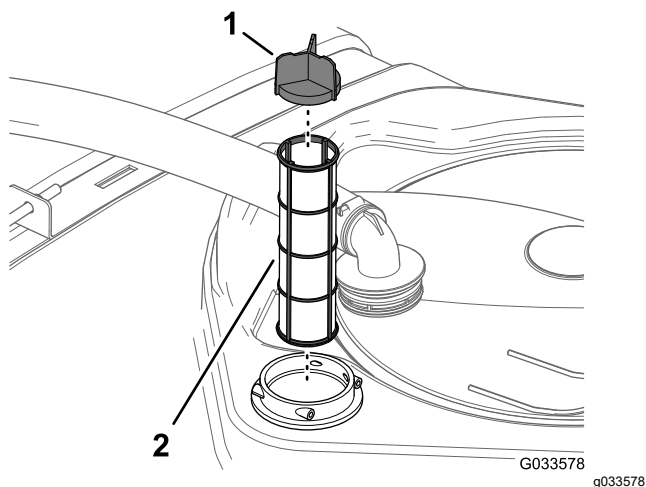

Рисунок 60
4. Извлеките старый фильтр линии всасывания из его корпуса в баке (Рисунок 60).